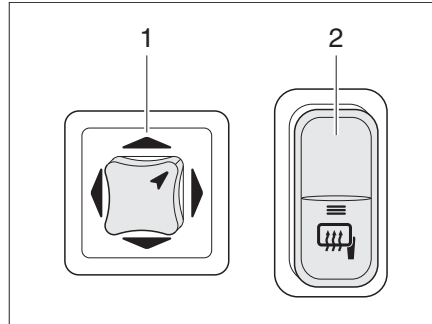

Fig. 23 Conmutadores para los retrovisores exteriores ajustables eléctricamente y la calefacción de los retrovisores
- Seleccionar el retrovisor que se desea ajustar. Para esto, girar el interruptor giratorio (Fig. 23,1) hacia la izquierda o hacia la derecha.
- Ajustar el retrovisor presionando el interruptor (Fig. 23,1) en la dirección correspondiente.
- Pulsar el interruptor (Fig. 23,2). La luz de control del interruptor se enciende de color naranja e indica el funcionamiento.